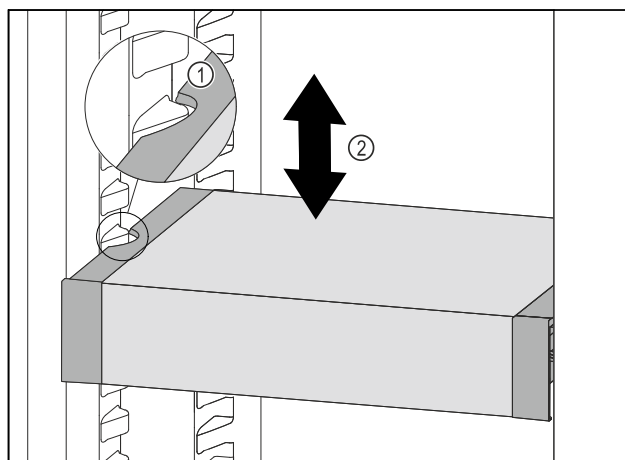

Fig. 58
- ▶ Trageți în față VarioSafe, până când degajările laterale ale VarioSafe se află la înălțimea nervurii recipientului din frigider. Fig. 58 (1)
- Mișcați în sus sau în jos VarioSafe în frigider, până când este atinsă înălțimea dorită. *Fig. 58 (2)*